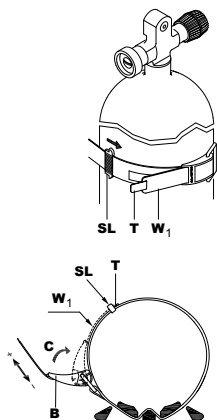

图 2-5
- 2) 如果背心有一个坚固的背架，就将背架的凹槽处（S）放置于单气瓶的的肩部上（图2-6），然后系紧单气瓶旁边的速释带背带（图2-5和图2-7）。
- 3) 插上带扣（C）（图2-7）。如果背带太紧或太松，打开维可牢和带扣重新调整速释带（W1）的背带（图2-5）长度。
为了增加安全性，拉动扁带末端（T）旁边的环圈（SL）（图2-5），在带有坚固背板的背心里，将单气瓶装置到背心上，你可以使用把手提起整个装备并融合到背架上。来回摇晃几下，确保单气瓶正确固定。